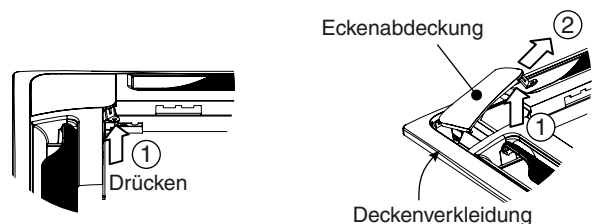

Abb. 9-41
- a) Die Sperrklinken des Lufteinlassgitters in Pfeilrichtung ① schieben, um das Gitter zu öffnen.
- b) Bei geöffnetem Lufteinlassgitter das Gitterscharnier von der Deckenverkleidung abnehmen, indem es in Pfeilrichtung ② geschoben wird.
- (2) Abnehmen der Eckenabdeckung (siehe Abb. 9-41)
- a) Die Eckenschrauben herausdrehen und die Verriegelungen in Pfeilrichtung ① verschieben, um die Scharniere zu lösen (3 Stellen). Das Lufteinlassgitter nun in Pfeilrichtung ② abnehmen.